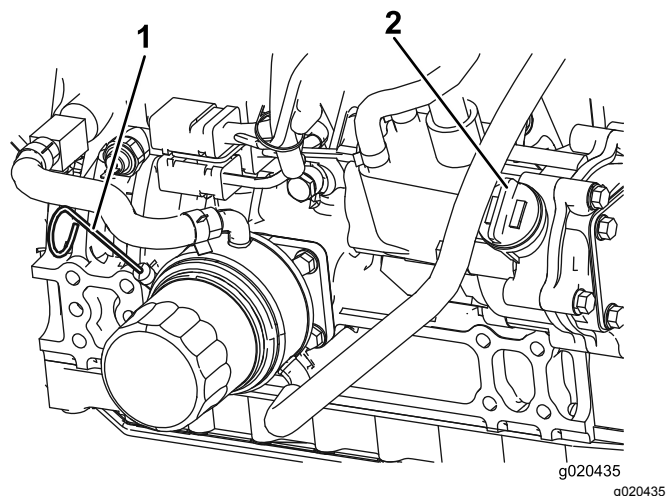

図 55
3. ディップスティックを抜き取り、付いているオイルをウェスで拭き、もう一度一杯に差し込んで抜く。FULL マークとADDマークの間にあればよい 図 55。
4. オイルの量が少ない場合は、補給キャップ 図 55を取り、Full とADDの間の位置までオイルを補給する。入れすぎないこと。